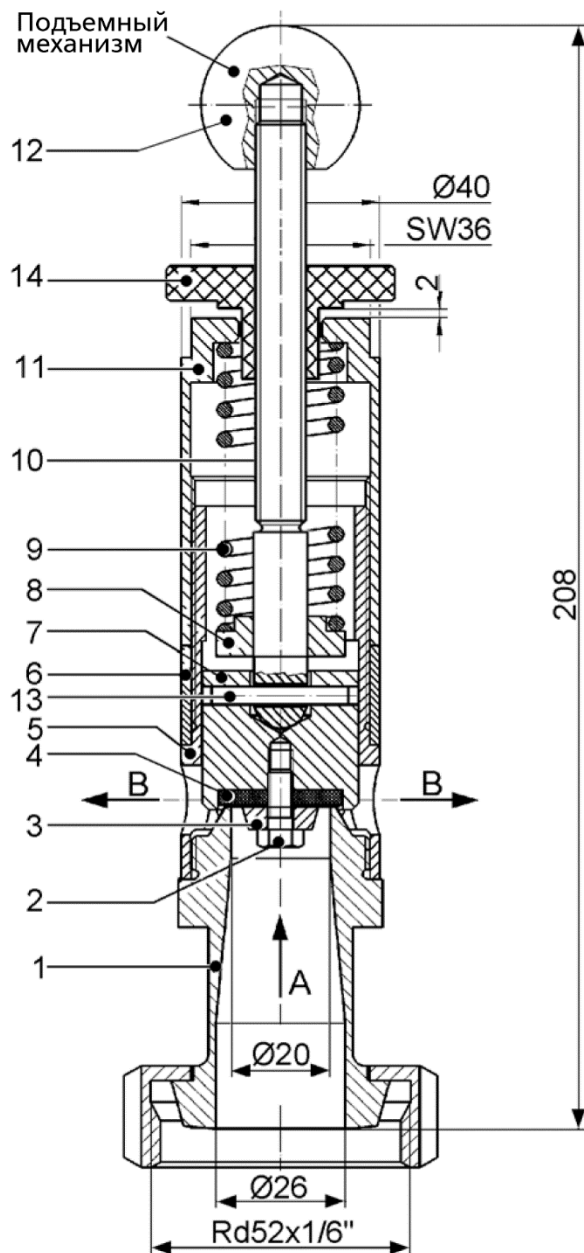

Рис. 3
Вращайте по часовой стрелке выпускное кольцо (14) к регулировочной гайке (11). Диск (7) опустится против направления (А). Оставьте расстояние 2 мм (см. рис. 3).
Предпочтительное положение установки предохранительного клапана – вертикальное (см. рис. 3). После установки необходимо убедиться в том, что клапан надежно закрыт. Для этого с помощью ручки (12) поднимите диск клапана (7). Также необходимо убедиться в корректности работы клапана в соответствии с указанными характеристиками (см. рис. 1 и рис. 2).